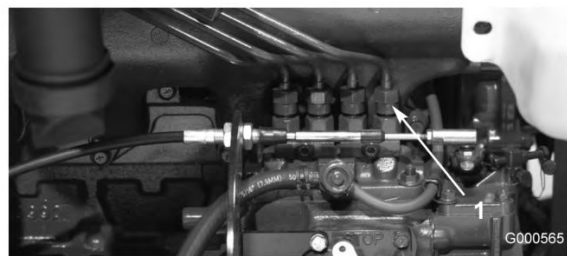

Bild 41
1. Lockern Sie den Leitungsanschluss an der Injektordüsen- und Halterungsgruppe Nr. 1 an der Einspritzpumpe (Bild 41).